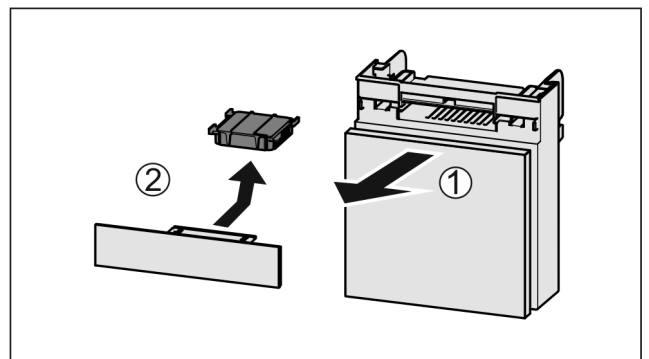

Fig. 56
- ▶ Lade vanaf de voorkant eruit trekken Fig. 56 (1).
- ▶ Actiefkoolfilter verwijderen Fig. 56 (2).